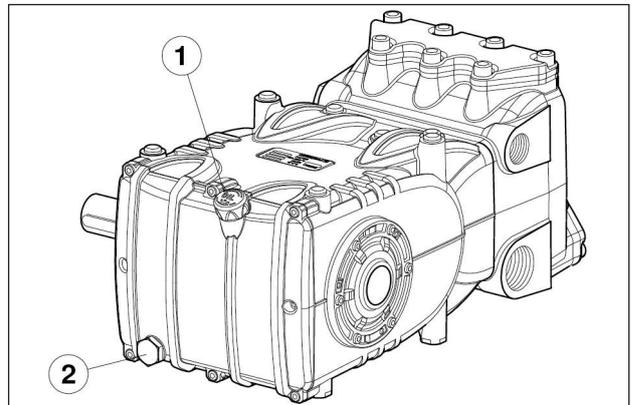

Abb. 3
Überprüfen Sie den Ölstand und füllen Sie bei Bedarf Öl über den Ölmesstab Pos. ①, Abb. 3 nach.
Die Ölstandskontrolle hat mit der Pumpe auf Umgebungstemperatur zu erfolgen, für den Ölwechsel soll die Pumpe dagegen auf Betriebstemperatur sein. Entfernen Sie dazu den Ölmesstab, Pos. ①, und anschließend den Verschluss, Pos. ②, Abb. 3.
Führen Sie einen Temperaturfühler in den Ölablassverschluss Pos. (2) Abb.3 ein. Siehe Anleitung „ATEX-EXPLOSIONSSCHUTZ“.